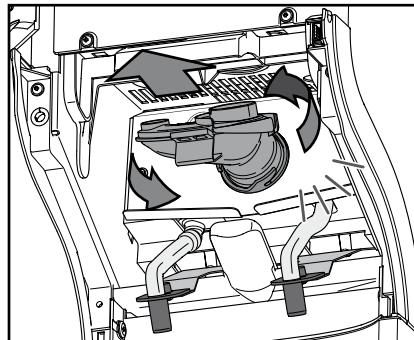

Рис. 38
- d. Повернув против часовой стрелки, разблокировать смесительную вставку и извлечь ее вместе с уплотнительным кольцом. (Рис. 38)